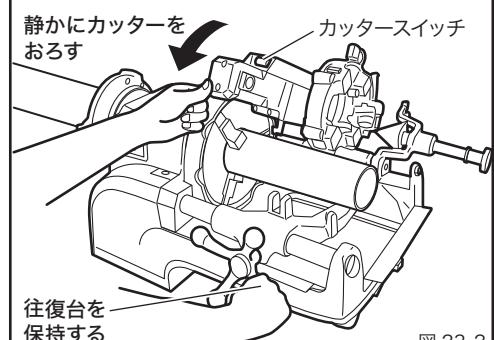

図 23-2
- ③パイプが回転をはじめたらカッターのスイッチを ON にして、カッターをしばらくパイプにのせてください。切れ目が入り安定するまで往復台は保持しておきます。(図 23-2)